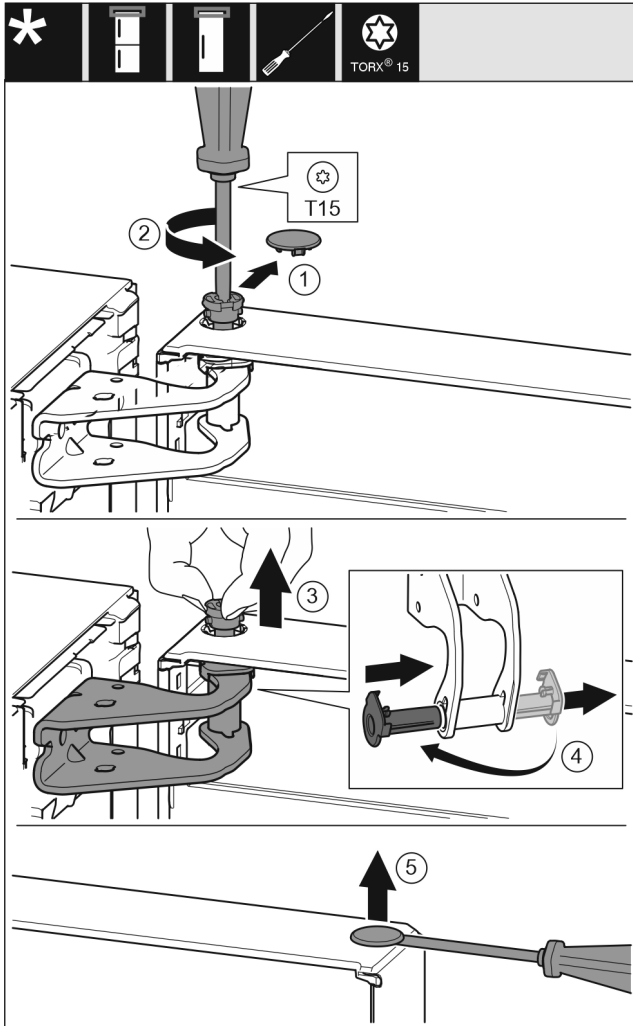

Fig. 7
- ▶ Veiligheidsafdekking voorzichtig eraf trekken. *Fig. 7 (1)*
- ▶ Bout met schroevendraaier T15 een stukje eruit draaien. *Fig. 7 (2)*
- ▶ De deur vasthouden en de bout met de vingers eruit trekken. *Fig. 7 (3)*
- ▶ Lagerbussen uit de geleiding trekken. Op de andere kant aanbrengen en vastklikken. *Fig. 7 (4)*
- ▶ Stop voorzichtig met een sleufschroevendraaier uit de lagerbus van de deur optillen en eruit trekken. *Fig. 7 (5)*